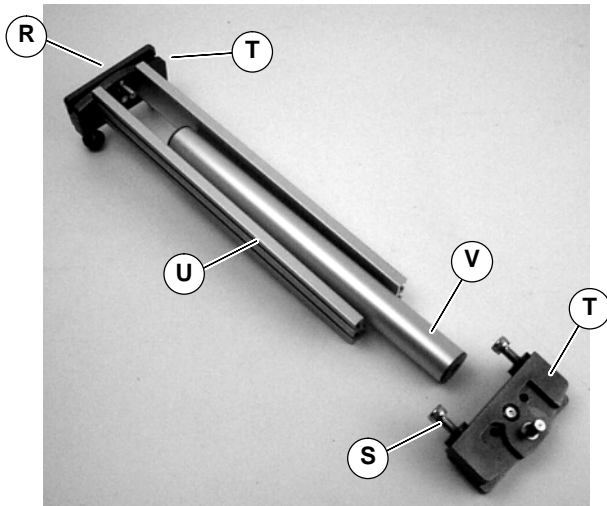

Figure 10
- Bauteile zusammentragen (Abbildung 10).